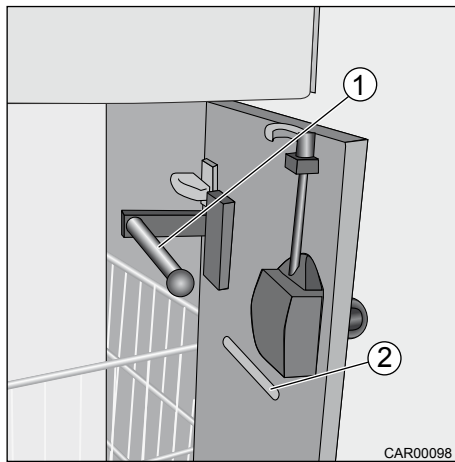

Fig. 73 Support papier WC dans la porte du placard
Le support papier WC (Fig. 73, pos. 1) est installé sur la face intérieure de la porte du placard sous le lavabo. Le support papier WC peut être guidé par l'évidement (Fig. 73 pos. 2) dans la porte du placard.